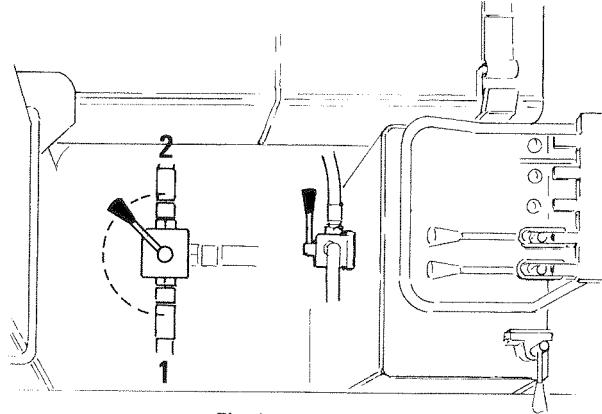

Fig. 6
Per escludere il funzionamento di un distributore quando è in funzione l'altro è stato inserito fra i due distributori un rubinetto (fig. 6) montato all'interno della traversa anteriore della gru sul lato dei doppi comandi.
A tap (fig. 6), mounted on the outrigger cross-member, double control side, allows the non simultaneous operation of the two distributors.
Un robinet (fig. 6), monté sur la traverse stabilisateurs, côté doubles commandes, permet le fonctionnement indépendant des deux distributeurs.
Ein Umschaltventil (Bild 6), einseitig am Kranfuss montiert, erlaubt die Bedienung der Steuerung unabhängig von einander.
- 2 – Controllare che la leva del rubinetto (fig. 6) sia in posizione (1) per il funzionamento del distributore per il comando degli stabilizzatori.
- 4 – Portare la leva del rubinetto (fig. 6) in posizione (2) per attivare il distributore per il comando della gru.
- 2 – Position tap lever (fig. 6) on (1) to operate the outrigger distributor function.
- 4 – Position tap lever (6) on (2) to activate the crane distributor function.
- 2 – Placer le levier du robinet (fig. 6) sur la position (1) pour commander les stabilisateurs.
- 4 – Placer le levier du robinet (fig. 6) sur la position (2) pour activer le distributeur commande grue.